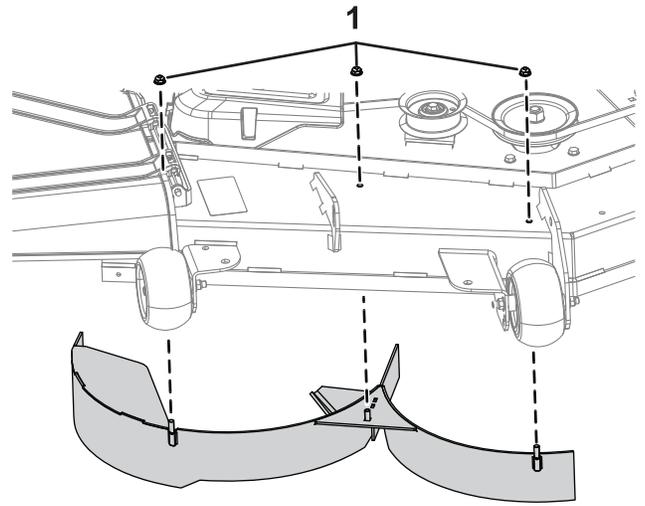

Figure 2
1. Fixez le déflecteur droit à l'aide de 3 écrous (5/16 po), comme montré à la Figure 2. Serrez les fixations à la main.